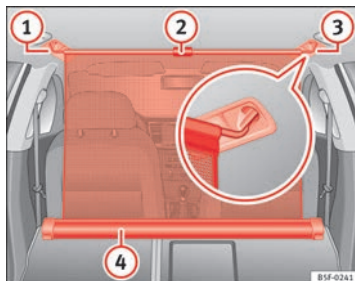

Fig. 101 En el maletero: red de separación enganchada con los respaldos del asiento trasero abatidos.
- Tire hacia arriba de la lengüeta → fig. 101 (2) para sacar la red de la carcasa (4).
- Enganche la red de separación en el lado derecho (3) (imagen ampliada).
- Enganche la red de separación en el alojamiento del lado izquierdo (1) estirando la barra.